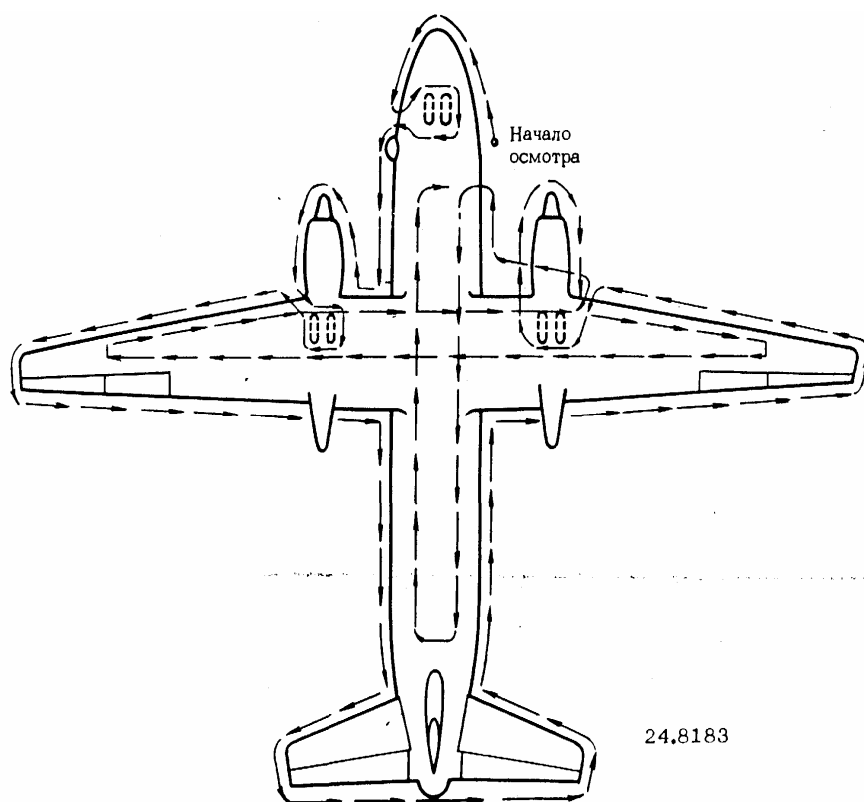

Рис. 3.1. Маршрут осмотра самолета
- осмотреть самолет согласно схеме (рис. 3.1) и проверить: